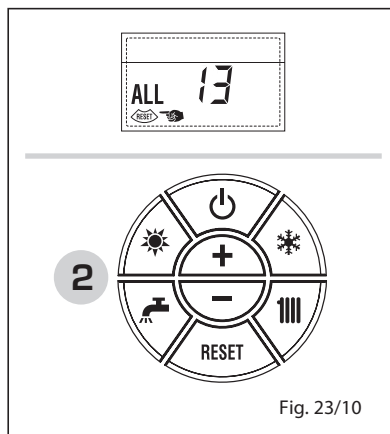

Fig. 23/10
- ANOMALIA SONDA FUMOS "ALL 14" (fig. 23/11)